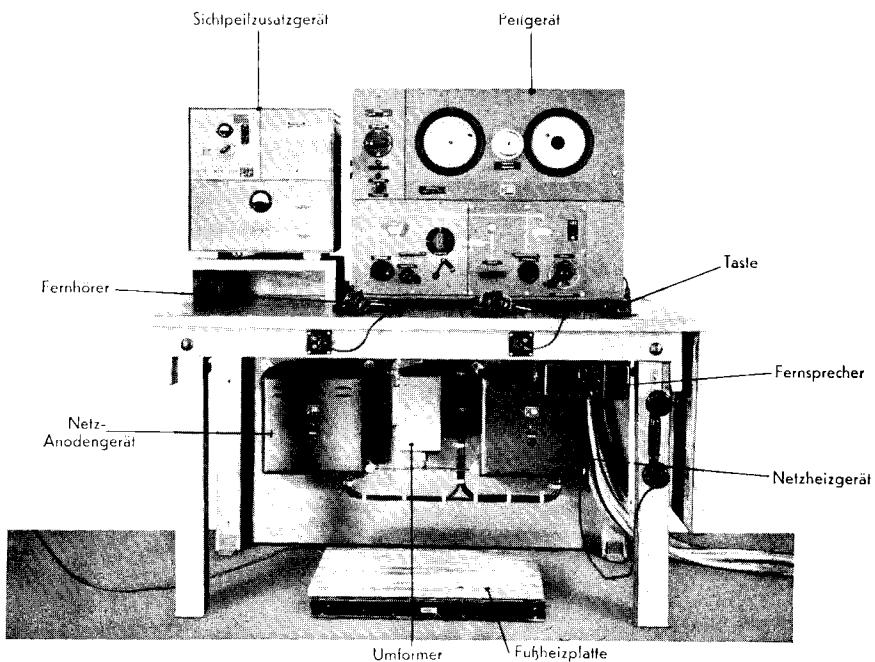

Abb. 3: Peiltisch mit Geräten
20. Auf dem Peiltisch stehen (vgl. Abb. 3):